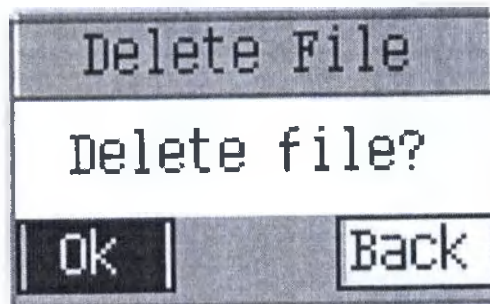

Рисунок 14-9
3. Удалить: удалить указанные записи или все записи. Это показано на рис. 14-9.